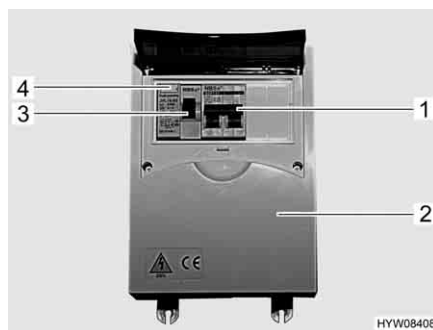

Fig. 45 Scatola dei fusibili a 230 V con interruttore di sicurezza e interruttore automatico FI
- Disattivare l'interruttore di sicurezza (Fig. 45,1) nella scatola dei fusibili (Fig. 45,2).
- Se il veicolo è collegato all'alimentazione a 230 V, premere il tasto di controllo (Fig. 45,4) dell'interruttore di sicurezza per correnti di guasto (interruttore automatico FI) (Fig. 45,3) nella scatola dei fusibili (Fig. 45,2). L'interruttore di sicurezza per correnti di guasto deve scattare.
- Riattivare l'interruttore di sicurezza per correnti di guasto (Fig. 45,3).